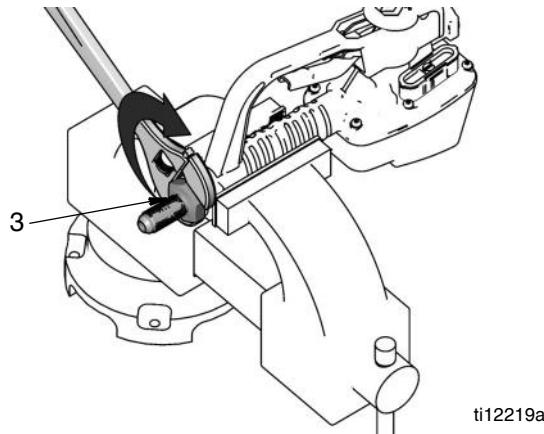

Рис. 5
- Установите фитинг с перемычкой (3) на входе расходомера (Рис. 5). Закрепите фитинг гаечным ключом.